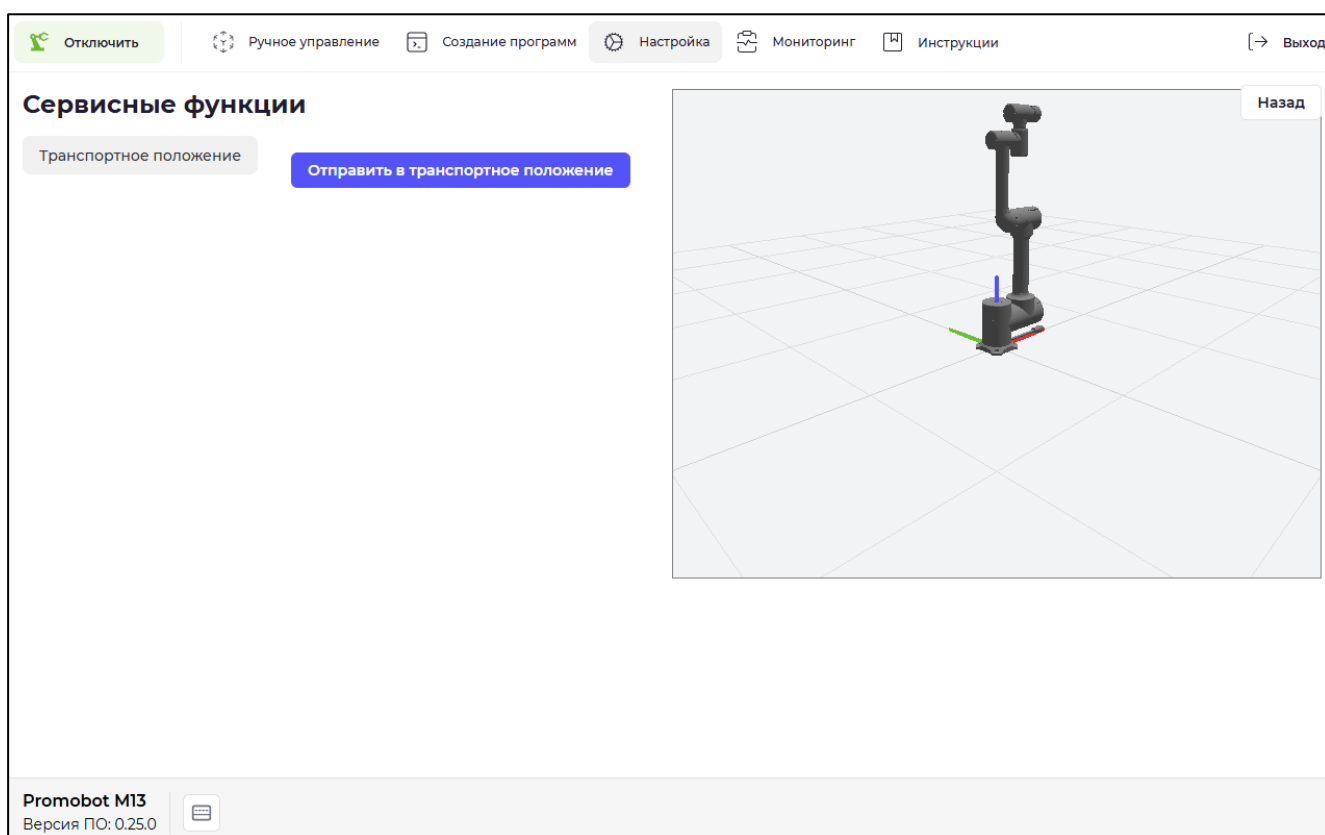

Рисунок II-60 – Вкладка «Настройки»
- в) откройте вкладку «Настройка» – раздел «Сервисные функции». Отобразится интерфейс сервисных функций (см. Рисунок II-60);